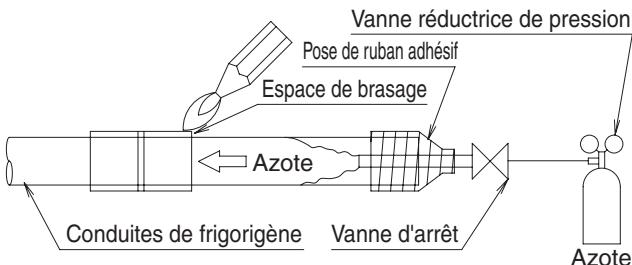

Fig. 13
- Avant de procéder au brasage de la tuyauterie de frigorigène, faites circuler de l'azote dans la tuyauterie et remplacez l'air par de l'azote (REMARQUE 1) (Reportez-vous à la Fig. 13). Procédez ensuite au brasage (REMARQUE 2).